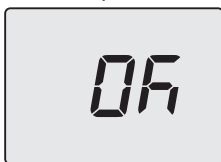

Figura 9.10
- Premendo il tasto 50 (Figura 9.5) si ottiene la conferma del valore inserito. Il display visualizzerà per 5 sec. quanto segue (Figura 9.10) poi, si porterà al livello superiore.